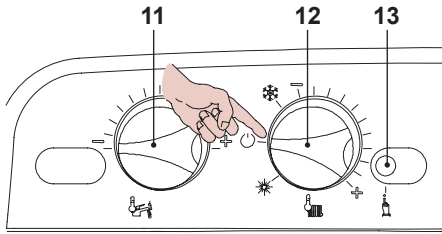

Fig. 5.54
- Per uscire dalla programmazione posizionare il selettore di funzione / manopola regolazione temperatura 12 come indicato in Fig. 5.54.